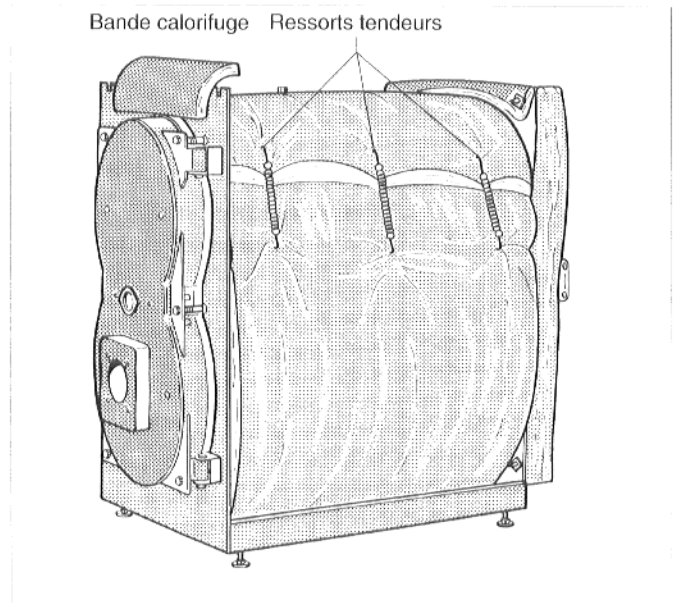

Fig. 6
- Faire passer le matelas calorifuge sous le corps de la chaudière et en entourer le corps de la chaudière (fig. 6).
- Fixer le matelas calorifuge à l'aide de 3 ressorts tendeurs (fig. 6).
- Mettre en place la bande calorifuge sur le dessus de la paroi de façade de la chaudière (fig. 6).